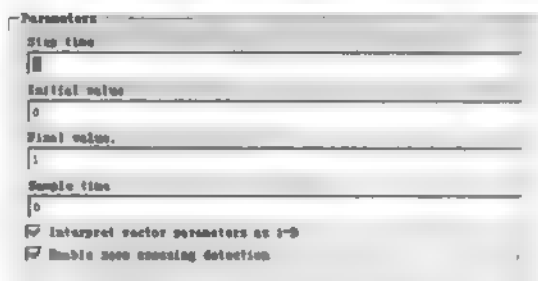

图 7.25 Step 模块参数对话框
(1) Step 模块设置。双击 Step 模块参数对话框, 如图 7.25 所示, 其中 Step time 为 0, Initial value 为 0, Final value 为 1, Sample time 为 0。